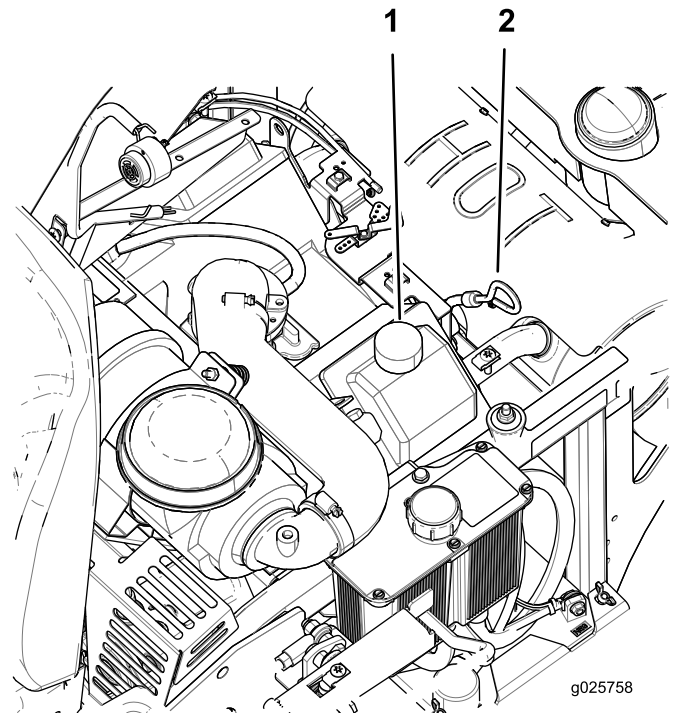

Bild 40
4. Reinigen Sie den Bereich um den Ölfüllstutzendeckel bzw. den Peilstab vor dem Abnehmen, damit kein Schmutz oder Schnittgut usw. in den Motor gelangt (Bild 40).
8. Wenn der Ölstand niedrig ist, wischen Sie den Bereich um den Ölfüllstutzendeckel ab, nehmen Sie den Deckel ab und füllen bis zur Voll-Markierung am Peilstab auf (Bild 40).
5. Gießen Sie langsam ungefähr 80 % der angegebenen Ölart in den Einfüllstutzen und füllen Sie dann vorsichtig mehr Öl ein, um den Ölstand an die Voll-Markierung am Peilstab zu bringen (Bild 40).
6. Lassen Sie den Motor an und fahren Sie auf eine ebene Fläche. Prüfen Sie den Ölstand (Bild 40).